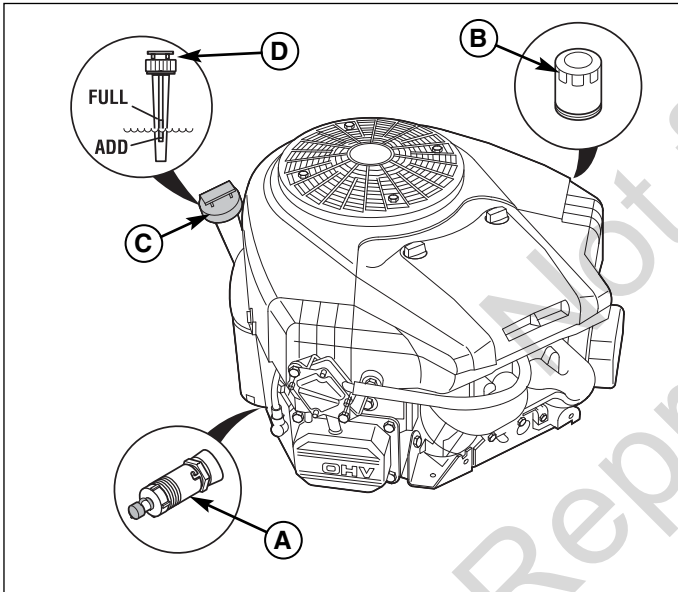
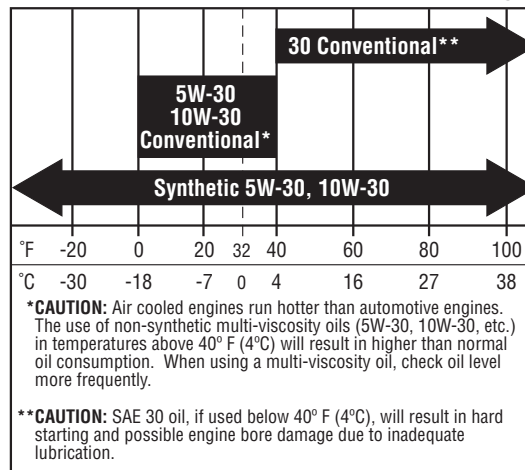

Figure 22. Contrôler et compléter le niveau d'huile moteur
Figure 24. Huile moteur conseillée
2. Nettoyer la zone autour de la jauge manuelle (C, Figure 22).
3. Extraire la jauge (C) et l'essuyer avec une serviette en papier.
4. Réintroduire la jauge (C) dans le moteur. Revisser le capuchon sur le tube.
5. Extraire la jauge manuelle et lire le niveau d'huile. Le niveau d'huile doit être entre les repères FULL et ADD (D). Si ce n'est pas le cas, ajouter de l'huile conformément aux tableaux de recommandation des huiles (Figure 24).
1. Place un récipient adapté d'une capacité de 4,5 litres (4 quarts) sous le robinet de vidange d'huile (A, Figure 22).
2. Desserrer ou sortir la jauge (C, Figure 22).
1. Nettoyer la zone autour de la jauge manuelle (C, Figure 22) et du robinet de vidange d'huile (A).
3. Déposer le filtre à huile (B). Le mettre au rebut.